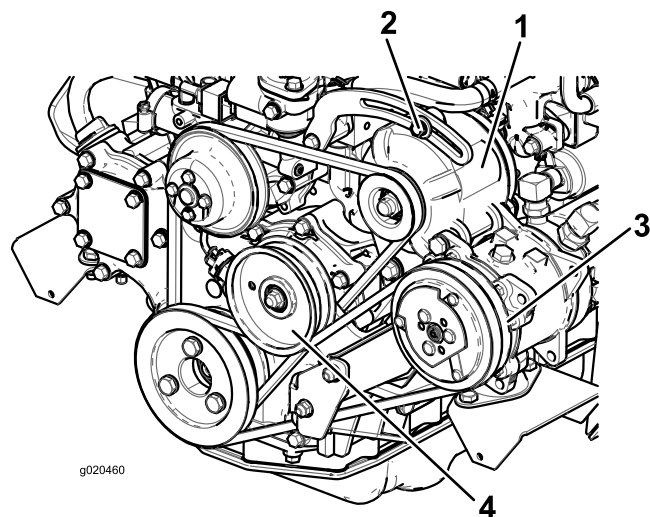

図 113
たわみが 10 mm でない場合には、オルタネータ取り付けボルトをゆるめ 図 113、
100 運転時間ごとにベルト 図 113 の劣化状態および張り具合を点検してください。
2. たわみが 10 mm でない場合には、アイドラプーリ取り付けボルトをゆるめる 図 113。コンプレッサベルトの張りを調整し、ボルトを締め付ける。もう一度ベルトのたわみを点検し、適切に調整されたことを確認する。